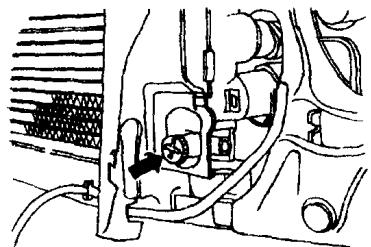

图 1-4
(4) 取下散热器上的螺堵；将发动机冷却液放掉，如图 1-4 所示。